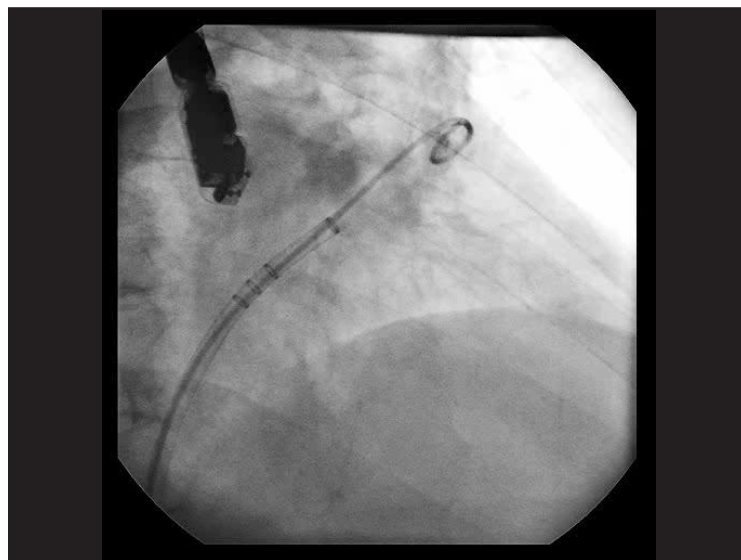
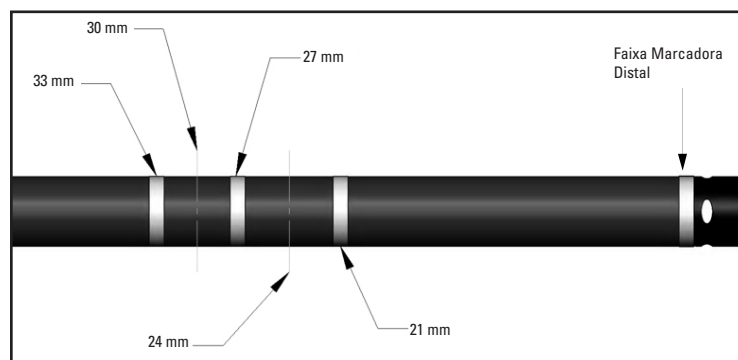

Figura 3. Bainha de Acesso WATCHMAN e Cateter com Espiral
Figura 4. Faixas Marcadoras da Bainha de Acesso WATCHMAN
- C. Faça avançar o cateter com espiral com cuidado pela Bainha de Acesso para o AAE distal sob orientação fluoroscópica (Figura 3). Faça avançar a Bainha de Acesso com cuidado sobre o cateter com espiral até que a faixa marcadora da Bainha de Acesso que corresponde ao tamanho do Dispositivo (consulte a Figura 4) esteja no óstio do AAE ou imediatamente distal ao mesmo. Remova lentamente o cateter com espiral.